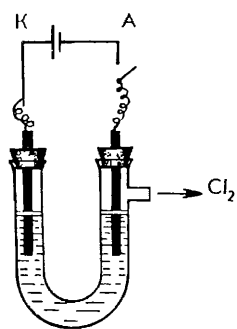

Рис. 22. Электролиз хлорида олова
Оборудование: электролизер с угольными электродами (рис. 22), источник постоянного тока, 0,5 н. раствор хлорида олова (II), 0.1 н. раствор иодида калия, смещанного со свежеприготовленным крахмальным раствором, или иодокрахмальная бумага.